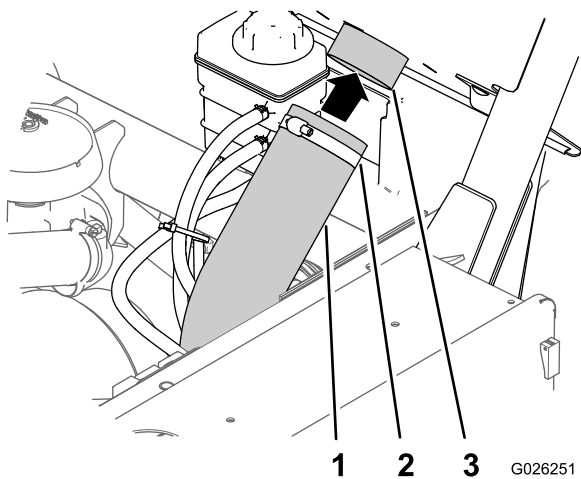

図7 G026251
3. CVT インテークホースを、ROPS パネルの裏にあるインテークチューブのコネクタに接続してホースクランプで固定する (図 7)。